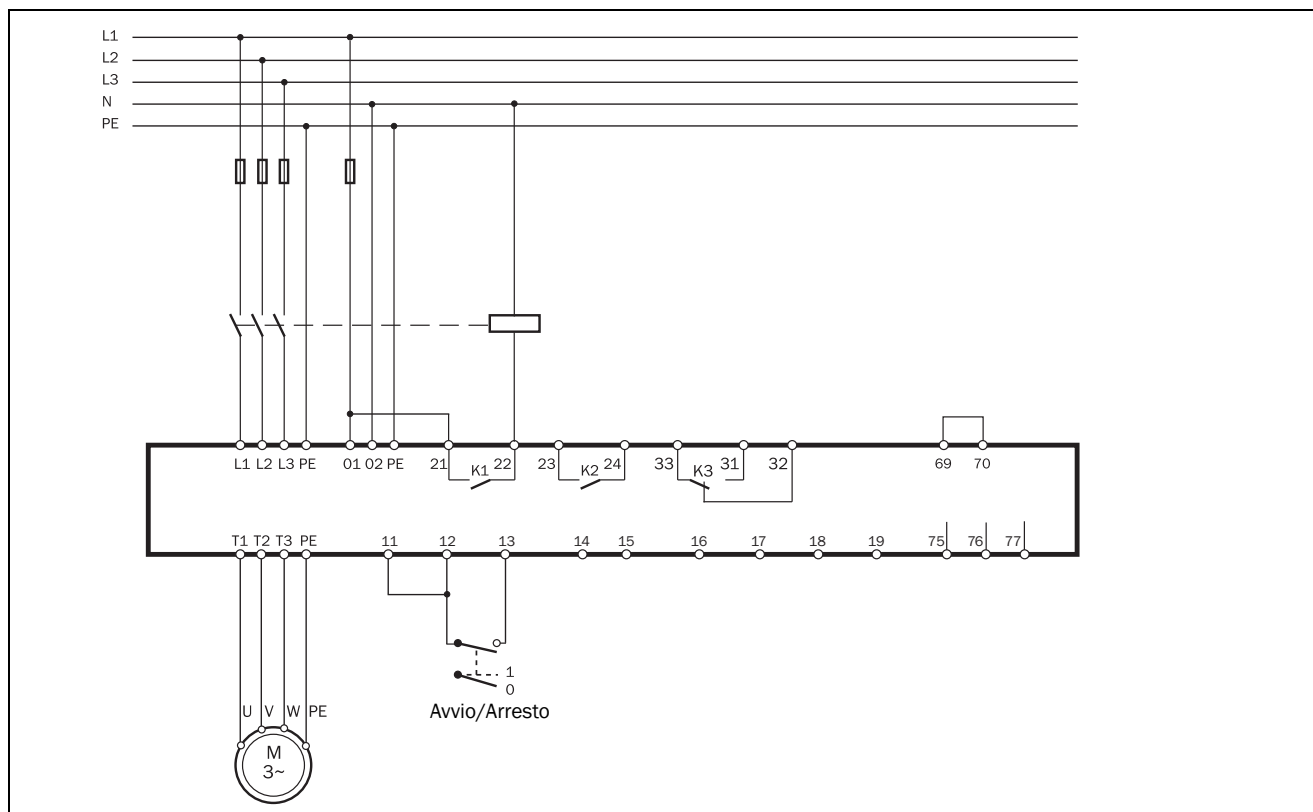

Fig. 25 Cablaggio standard.
- Collegare il circuito del motore come indicato nella Fig. 25.